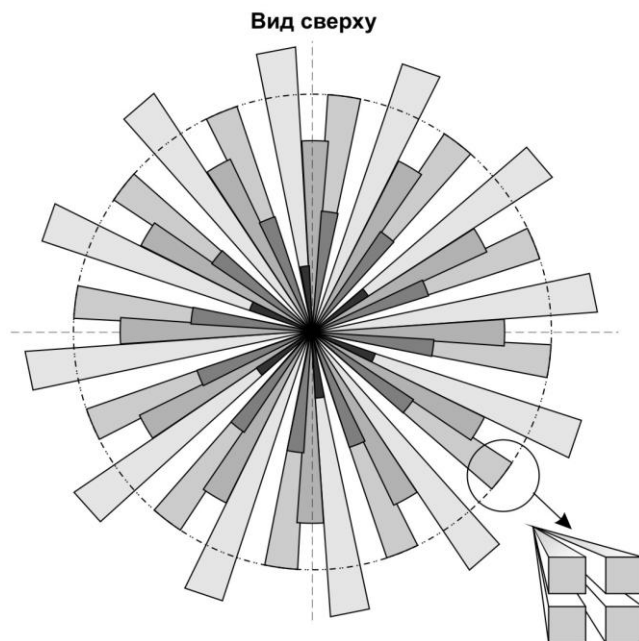

Рисунок 2
2.1 Принцип действия основан на регистрации изменений потока теплового излучения, возникающих при пересечении человеком зоны обнаружения, которая состоит из чувствительных зон. Каждая чувствительная зона состоит из четырех элементарных чувствительных зон (рисунок 2). Чувствительные зоны извещателя формируются линзой Френеля и четырехплощадочным пироэлектрическим приемником излучения.